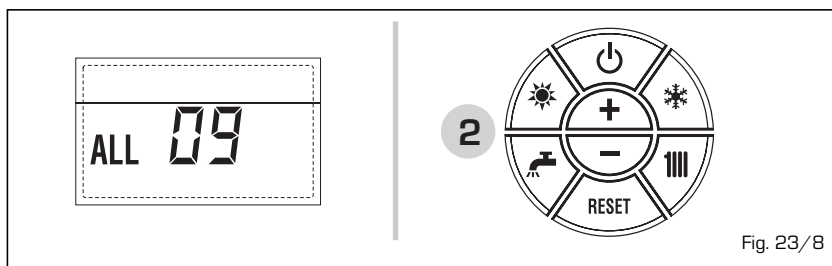

Fig. 23/8
- **ANOMALIA SONDA ANTIGELO SIFONE "ALL 10" (fig. 23/9)**